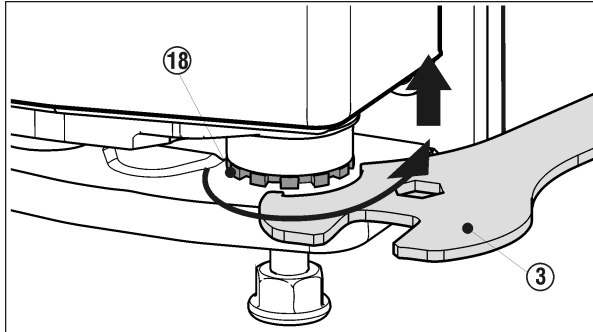

Fig. 12
- Чтобы поднять дверцу выверните вправо опорный палец Fig. 12 (18) с помощью прилагающегося вильчатого ключа Fig. 12 (3). При поставке опорный палец полностью вкручен.